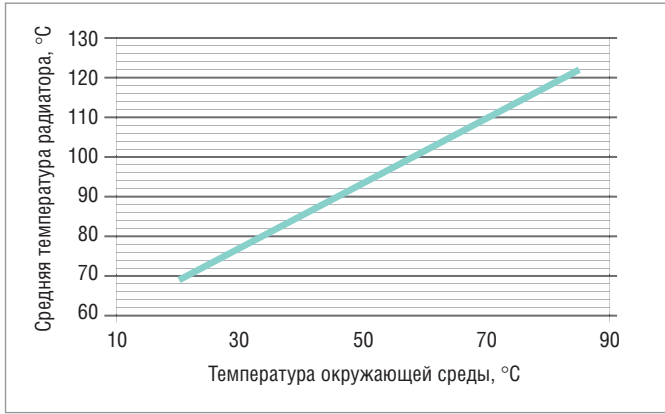

Рис. 17. Зависимость температуры радиатора от температуры окружающей среды при постоянном тепловыделении процессора
- Условия окружающей среды. Температура окружающей среды, а также мощность и направление воздушного потока, взаимодействующего с радиатором, оказывают сильное влияние на поведение системы охлаждения. При постоянном тепловыделении процессора температура радиатора линейно зависит от температуры окружающей среды (рис. 17).